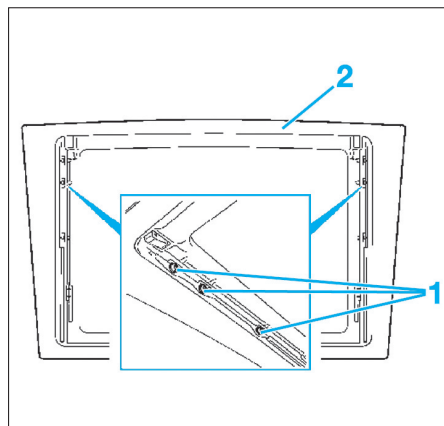

Fig. 44
- Déposer les vis (1) en ayant au préalable repéré leur position (Fig.44).
- Desserrer les vis (1) (Fig.44).
- Régler la vitre (2) du toit ouvrant.
- Serrer les vis (1).